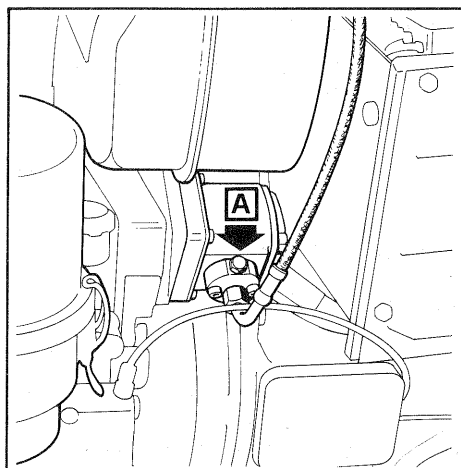

Fig. 24 - Bild 24
1. Installare sul raccordo di mandata della pompa idraulica un manometro con un fondo scala di almeno 250 Atm. (vedere la fig. 24).
Nota — La flangiatura della pompa idraulica sul corpo del motore, può trovarsi anche in posizione diversa da quella indicata in fig. 24. La posizione può variare **a seconda del motore montato sul trattore.**
1. Install a pressure gauge having 250 kg/sq.cm minimum end-of-scale to the delivery fitting of the hydraulic pump (see figure 24).
Note — The hydraulic pump pad on engine body may be located in a position other than shown in figure 24. **The location may vary depending upon the engine mounted on the tractor.**
1. Installer sur le raccord de refoulement de la pompe hydraulique un manomètre ayant bout d'échelle au moins de 250 Atm (voir fig. 24).
Nota — Les brides de la pompe hydraulique sur le corps du moteur peuvent avoir une position différente par rapport à fig. 24. **La position est en fonction du moteur installé sur le tracteur.**
1. Ein Manometer mit Anzeigeskala bis mindestens 250 kg/cm² auf dem Vorlaufstutzen der Hydraulikpumpe anbringen (siehe Bild 24).